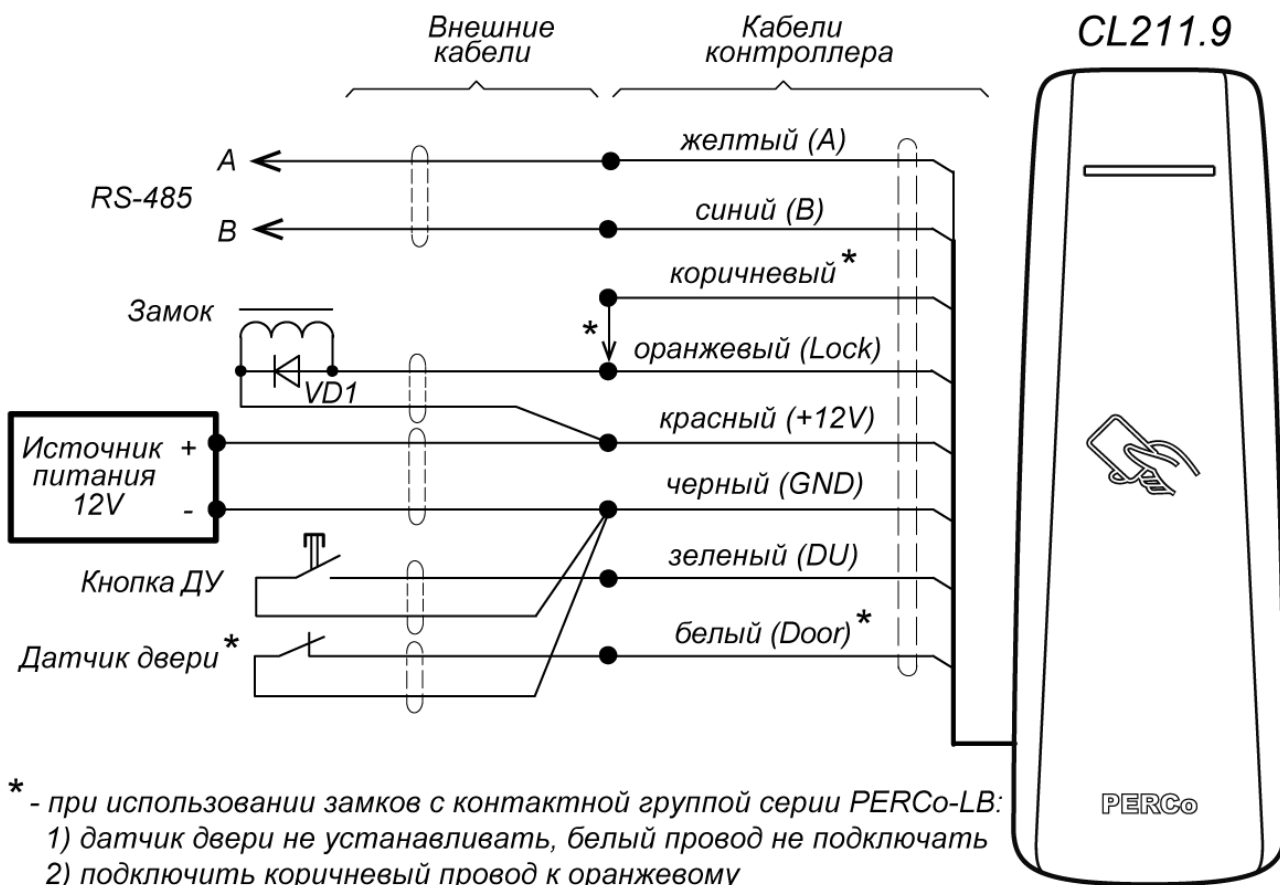

Рисунок 4. Схема подключений контроллера
Схема подключения к входам указана на рис. 4.
Если подключаемый замок *не имеет встроенной цепи искрозащиты*, то необходимо установить двунаправленный супрессор (**VD1** на рис. 4) на напряжение 15 – 18 В из комплекта поставки. Супрессор устанавливается в непосредственной близости от замка.
14. Подключите кабели к контроллеру согласно схеме на рис. 4.